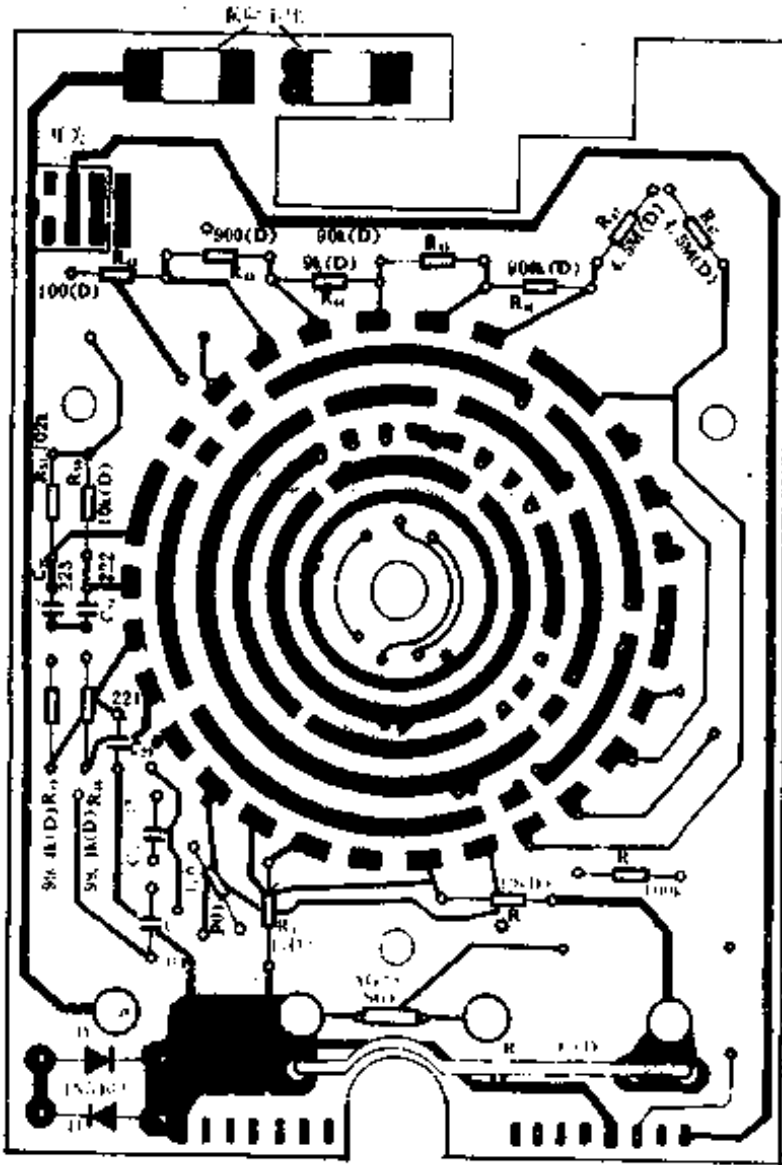
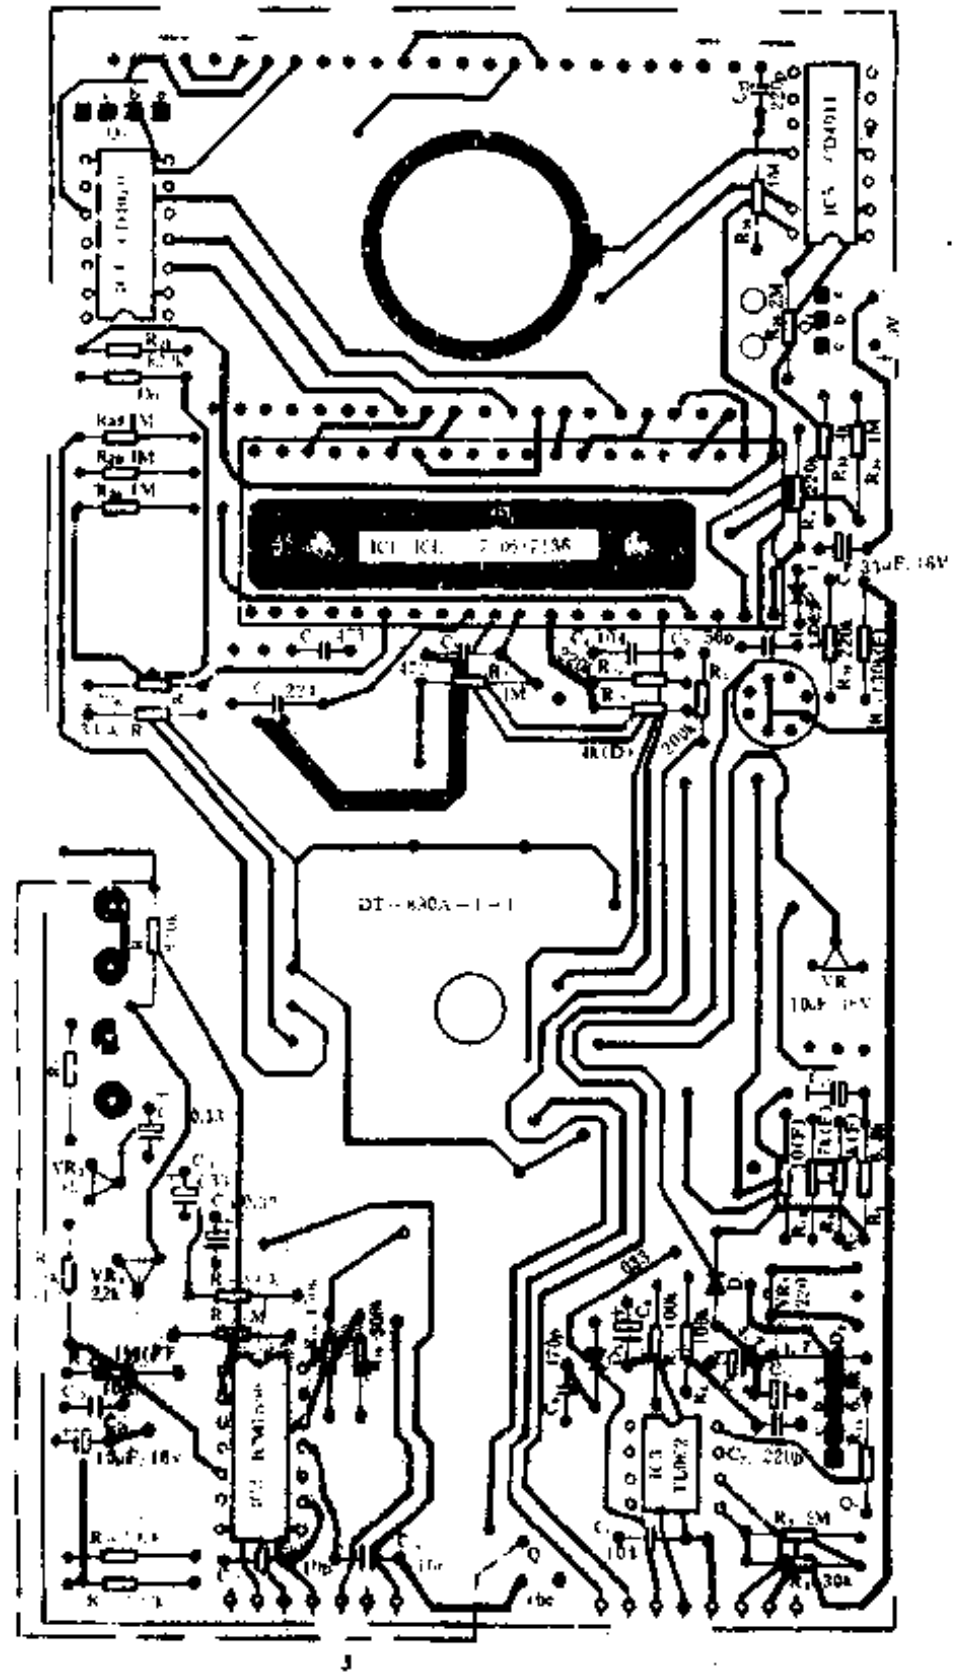

图 2-2 电路图点画线左半部
图 2-3 电路图点画线右半部
(2)图左面点画线内为印刷电路图 2-2,图右的点画线内为印刷电路图 2-3。